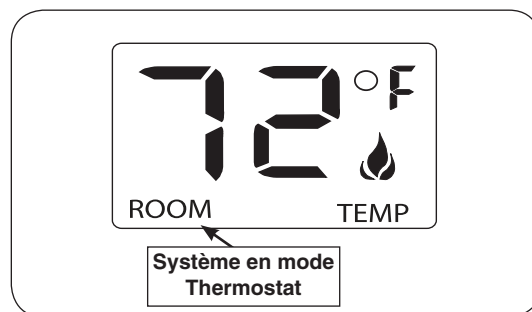

Fig. 44-4 Mode Thermostat - écran par défaut
- **Mode de Thermostat (Fig. 44-4):** Dans ce mode, le foyer restera fonctionner jusqu'à ce que la chambre température augmente de 2°F au-dessus de la température de consigne.